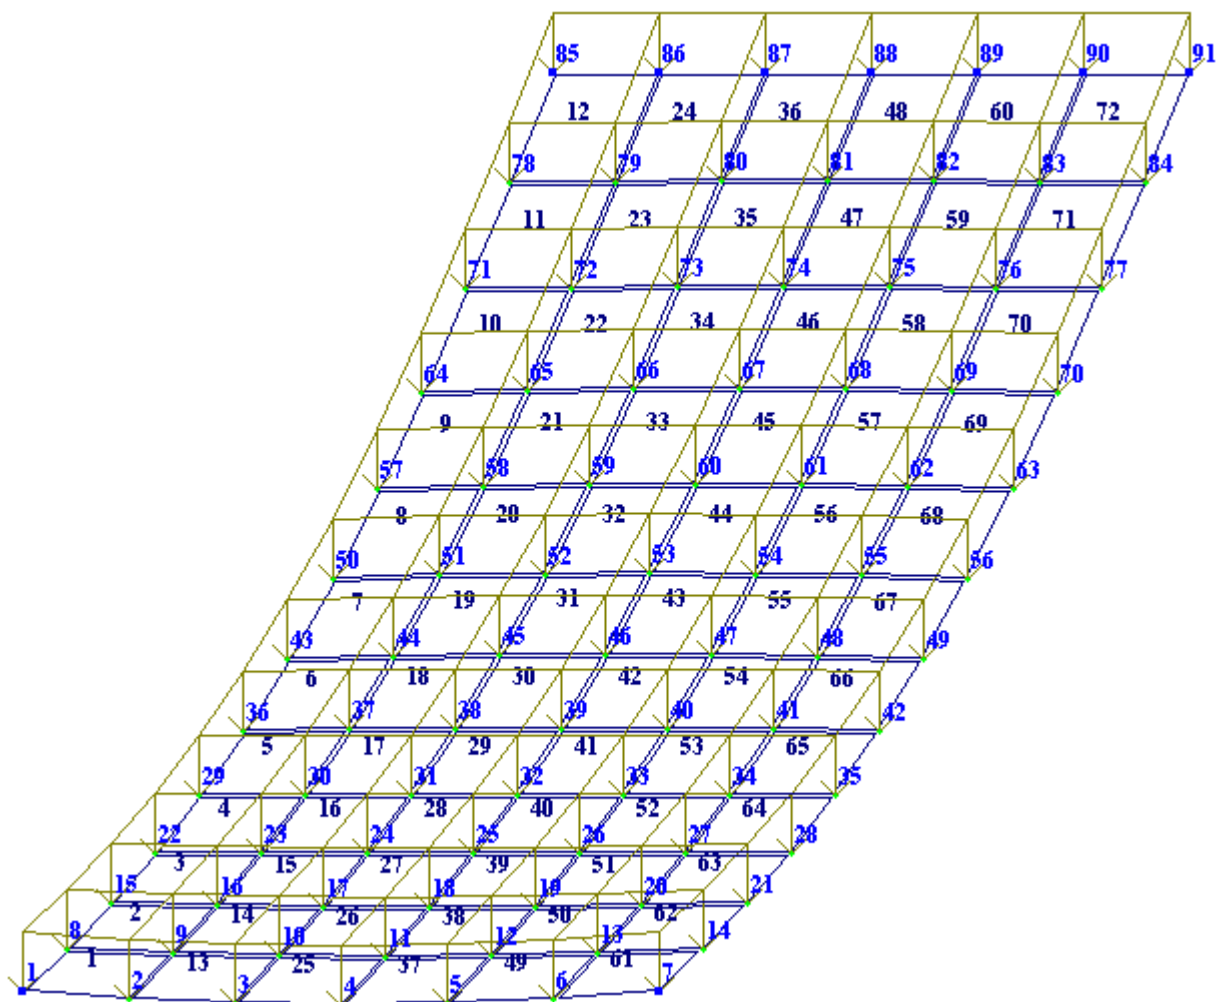

Рис.2.14. Расчетная схема с учетом перемещений узлов
- В режиме просмотра результатов расчета по умолчанию расчетная схема отображается с учетом перемещений узлов (рис.2.14). Для отображения схемы без учета перемещений узлов выполните пункт меню **Схема** ⇒ **Исходная схема** (кнопка  на панели инструментов).